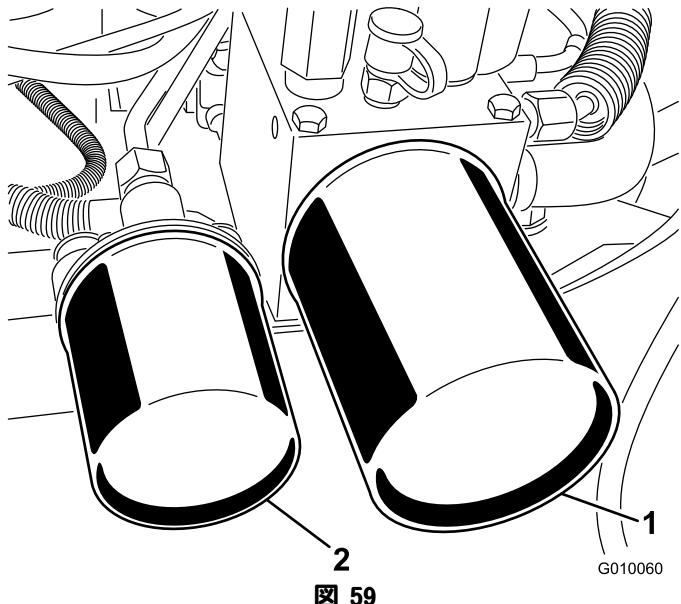

図 59
- フィルタの下に容器を置き、フィルタを外し、フィルタアダプタのガスケット部をきれいに拭く（図 59）。